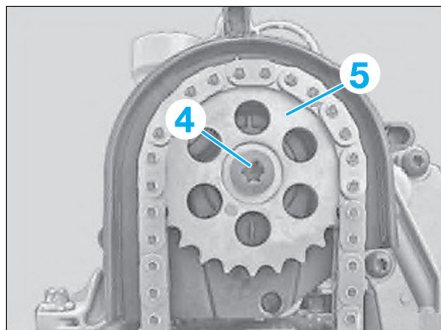

Fig. 28
- Déposer les vis (4) (Fig.28).